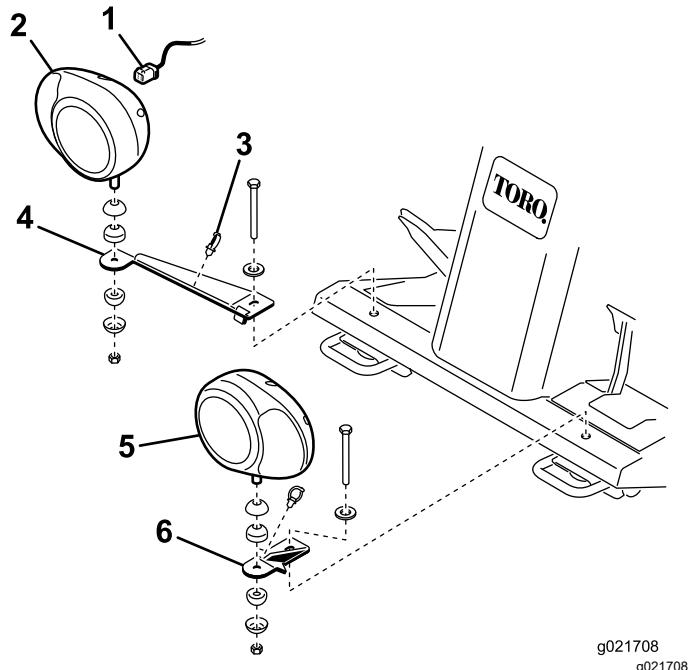

Figura 11
1. Bullone, rondella e dado (2)
2. Fissate le staffe dei fari di destra e sinistra sulla parte anteriore della piattaforma dell'operatore con i bulloni, le rondelle e i dadi rimossi in precedenza. Collocate le staffe come illustrato nella Figura 11.
3. Assicurate i gruppi faro destro e sinistro alle relative staffe (Figura 11) con gli elementi di fissaggio forniti con le luci. Accertatevi che il vetro dell'indicatore di direzione del faro sia orientato verso l'esterno della macchina.
5. Disponete il cablaggio preassemblato dei fari sotto il bordo anteriore della piattaforma dell'operatore e collegatelo ai fari (Figura 11).